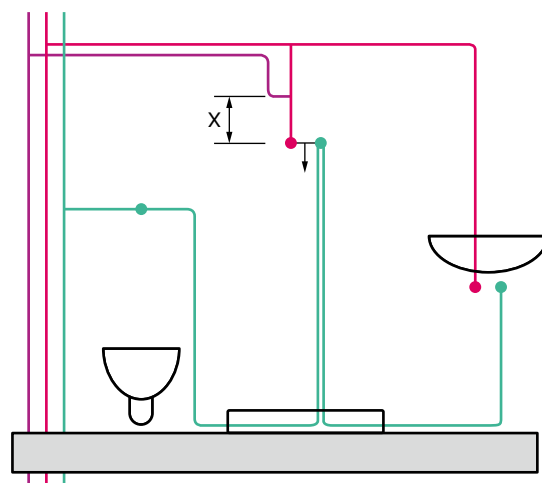

Fig. 05-2 Collegamento di valvole di miscelazione a flusso costante attraverso tubi dell'acqua calda - esempio di collegamento dall'alto
Se ciò non è possibile, la tubazione attraverso la quale scorre l'acqua deve essere collegata ad una distanza sufficiente (vedere Fig. 05-2) dal punto di prelievo come tubo singolo di collegamento (separazione termica).
**Esempio di installazione per il collegamento delle valvole miscelatrici alle tubature dell'acqua a portata costante (vedi collegamento nel paragrafo Fig. 05-2 a pagina 21)**